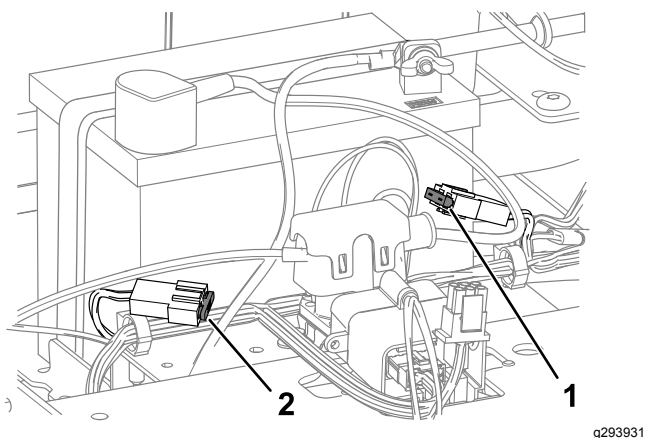

Figura 45
4. Para cambiar un fusible, tire del fusible para retirarlo (Figura 45).